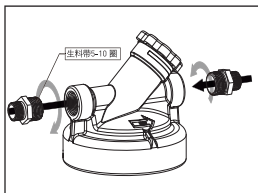

图2
2. 用Teflon生料带(优质生料带)按照顺时针方向缠绕螺纹连接件 (4#) 5-10圈。将螺纹连接件 (4#) 拧入滤瓶盖 (1#), 再用扳手拧紧。(如图2)